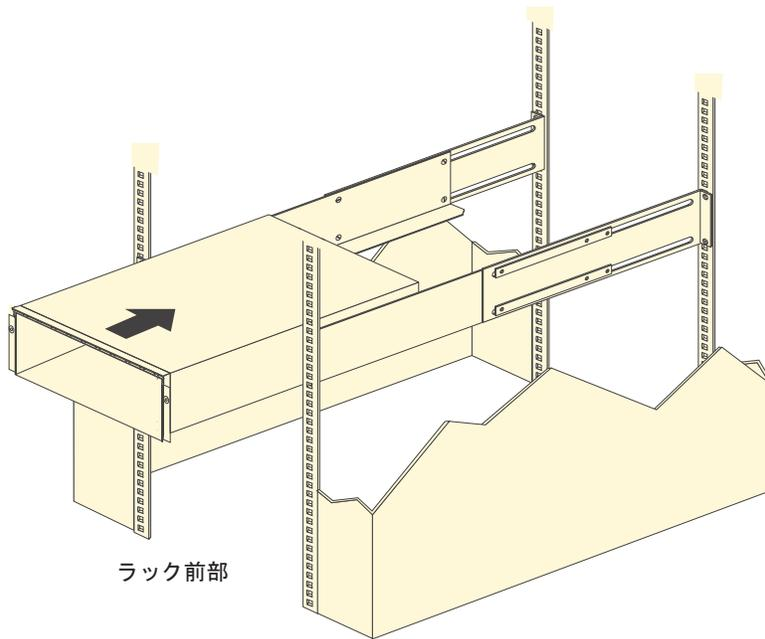

図 18. DS3950 の取り付け
- b. もう 1 人の手を借りて、ストレージ・サブシステムの後部をサポート・レールの上に乗せ、46 ページの図 18 に示すようにユニットをスライドさせてラックに入れます。